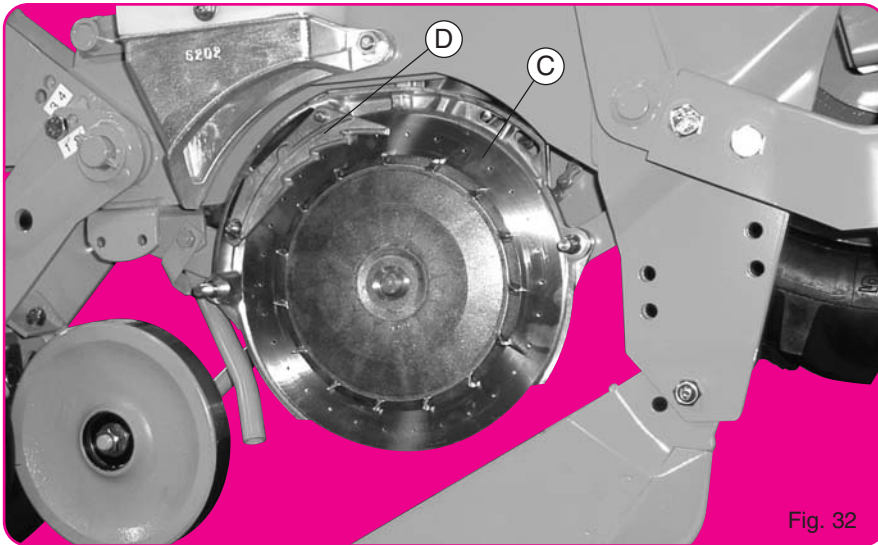

Fig. 32
Pour chaque type de semence, il sera nécessaire d'utiliser le disque avec nombre de trous et Ø de trous adaptés (voir liste page suivante). Avant mise en route s'assurer que les boîtiers sont bien équipés des disques convenables. (Les semoirs sont livrés d'usine distributions non montées). Les plaques de sélection (D) se placent sur les disques (côtés couvercle et non entre disques et couronnes plastique) (fig. 32). A l'intérieur du couvercle (B) se trouve un volet en tôle. Ce volet (2) régularise l'arrivée des graines depuis la trémie et assure un niveau constant et convenable face au disque. En fonction de la semence utilisée il doit, avant tous semis, être contrôlé et réglé suivant 2 positions :